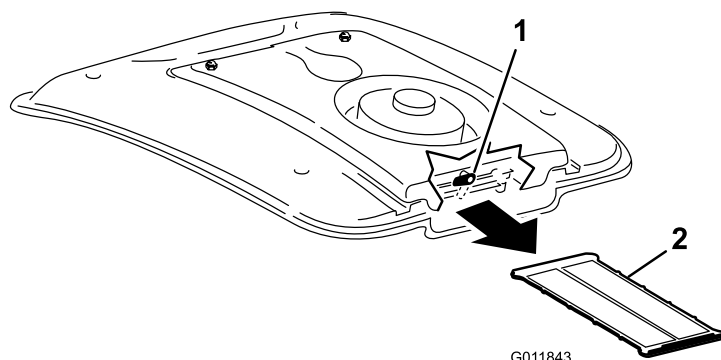

Figura 57
2. En la parte trasera del soporte del ventilador, gire el cierre a un lado (Figura 57).
3. Retire el filtro del aire acondicionado de debajo del serpentín del aire acondicionado (Figura 57).
4. Limpie la rejilla a fondo con aire comprimido (Figura 57).